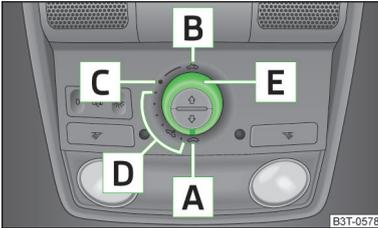
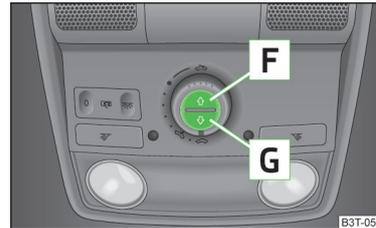

Abb. 29
Abb. 30
- Wurde z. B. die Batterie abgeklemmt und wieder angeklemt, kann es passieren, dass das Schiebe-/Ausstelldach außer Funktion ist. Dann den Drehschalter in die Schalterstellung  » Abb. 29 auf Seite 47 stellen, ziehen und an der Aussparung nach unten und vorn festhalten. Nach etwa 10 Sekunden geht das Schiebe-/Ausstelldach auf und wieder zu. Erst danach den Drehschalter wieder loslassen.
- Wurde z. B. die Batterie abgeklemmt und wieder angeklemt, kann es passieren, dass das Sonnenschutzrollo außer Funktion ist. Dann den Schalter in Stellung  » Abb. 29 auf Seite 47 drehen, die Taste  » Abb. 30 auf Seite 47 drücken und halten. Nach etwa 10 Sekunden geht das Sonnenschutzrollo auf und wieder zu. Erst danach den Drehschalter wieder loslassen.
➤ Den Schalter in Stellung **C** » Abb. 29 drehen.
Das Sonnenschutzrollo kann mithilfe der Tasten geschlossen bzw. geöffnet werden » Abb. 30.
- Zum vollständigen Öffnen die Taste **F** » Abb. 30 kurz drücken.
- Zum vollständigen Schließen die Taste **G** » Abb. 30 kurz drücken.